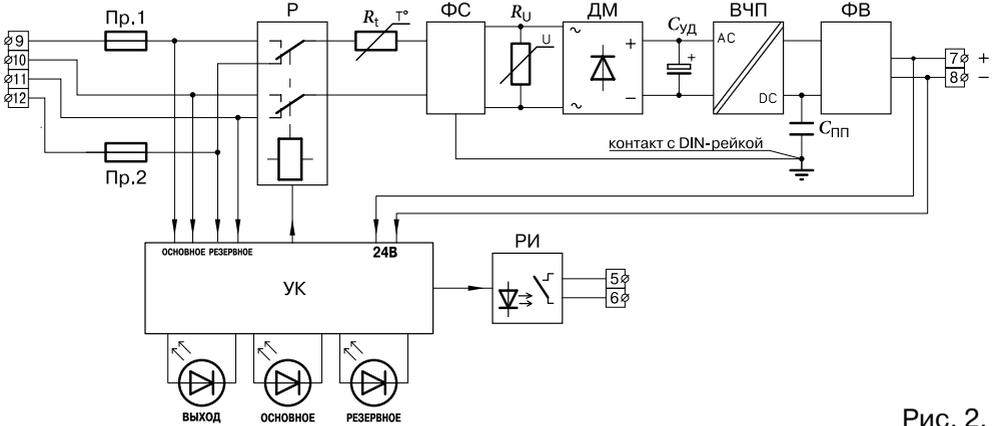

Рис. 2.
4.5. Функциональная схема модулей представлена на рис. 2.